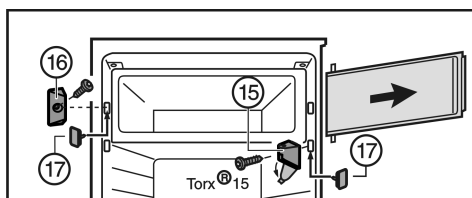

Fig. 6
- ▶ Pliegue la cubierta en el soporte de cojinete Fig. 6 (15).
- ▶ Desatornille el soporte de cojinete Fig. 6 (15) con la puerta del compartimento.
- ▶ Desatornille la pieza de cierre Fig. 6 (16).
- ▶ Cierre los agujeros desocupados con los tapones Fig. 6 (17) adjuntos.